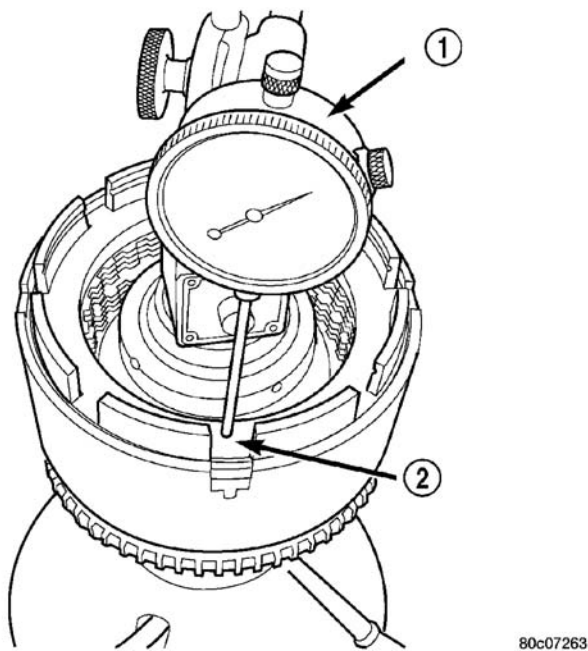

图 279 测量超速档离合器组件间隙
(25) 测量超速档离合器组件间隙，将千分表设置在超速档/倒档压盘顶部，如（图 279）所示。